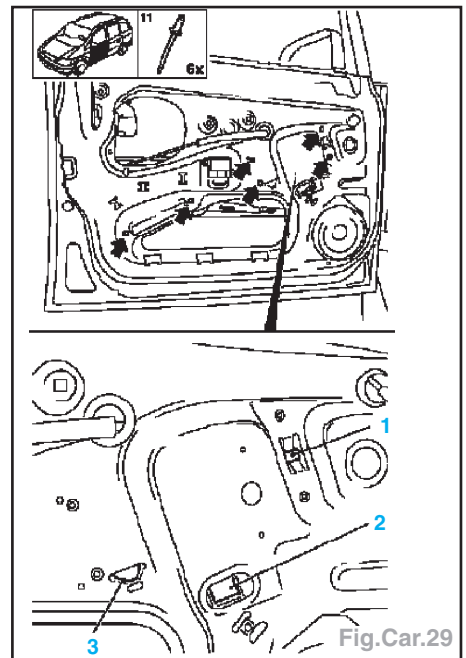

Fig.Car.29
Nota : Faire attention à ce que le lève-vitre soit en place dans l'arrêtoir (3). Sur véhicule avec lève-vitre électrique, arrêtoirs (1 et 3) (Fig.Car.29).